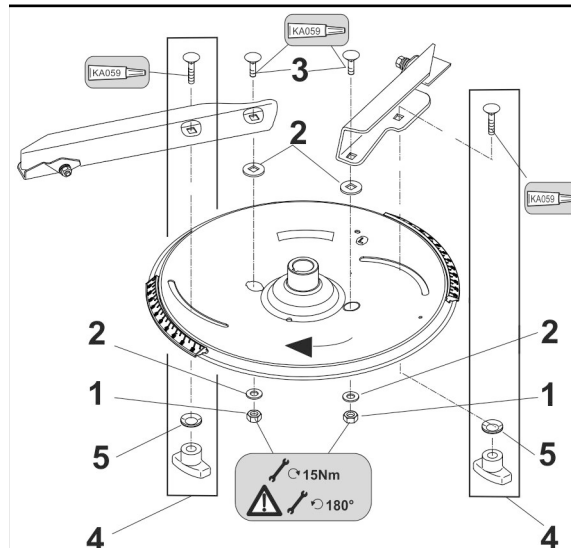

Fig. 93
3. Ablassschraube (Fig. 93/1) herausdrehen.